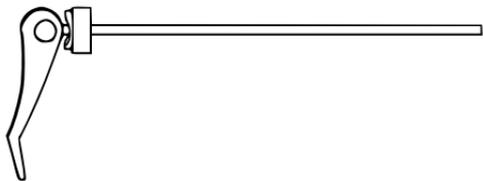
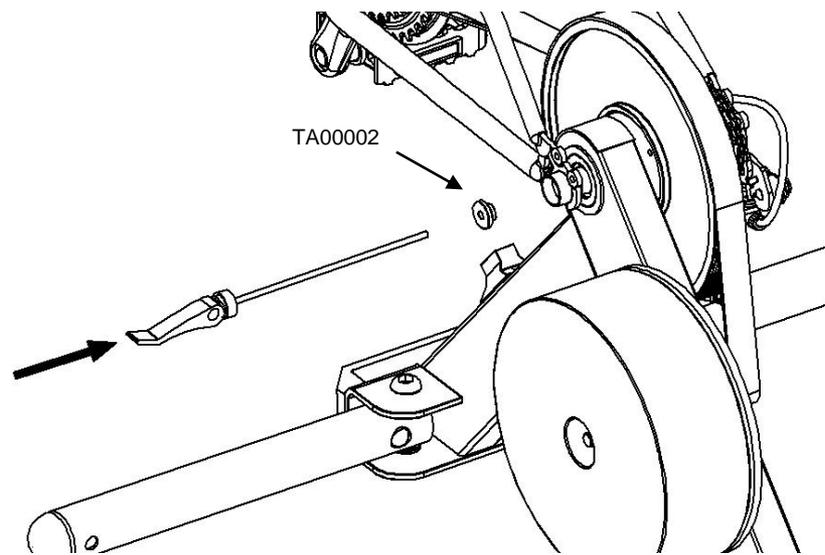

FIG 25
FIG 26
Antes de inserir a haste de blocagem (item 7 do KIT ORIGINAL CYCLOTRONICS) desmembrar o mesmo até que fique igual à FIG 25 retirando as molas e o dispositivo de rosca. Inserir a peça cônica TA00002 na blocagem e então inserir no sistema transpassando todo o eixo, seguindo a seta indicada na FIG 26.